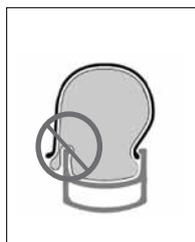

FIGURE 53:
- Veillez à ne pas pincer la chambre à air entre la jante et le pneu (Figure 53).